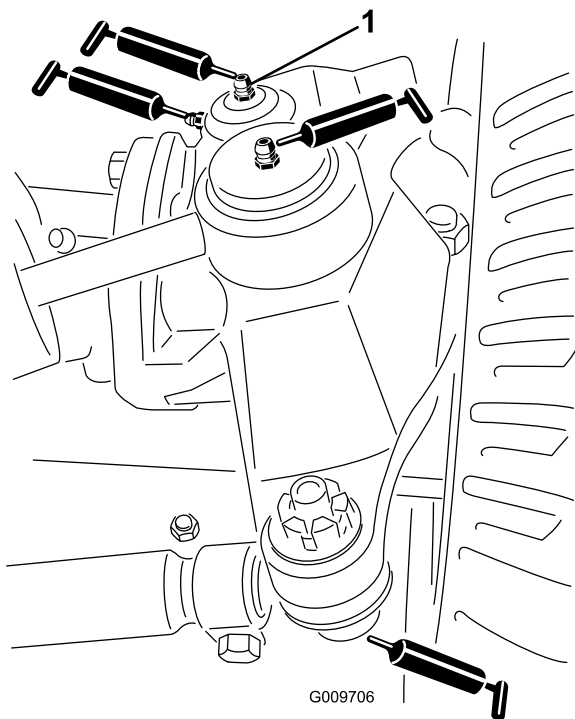

図 66
- ステアリングシリンダのボールジョイント 2ヶ所 図 66
- タイロッドのボールジョイント 2ヶ所 図 66
- キングピンのブッシュ2ヶ所 図 66。但しキングピン上部は1年に1回のみポンプ2回押しのみとする。